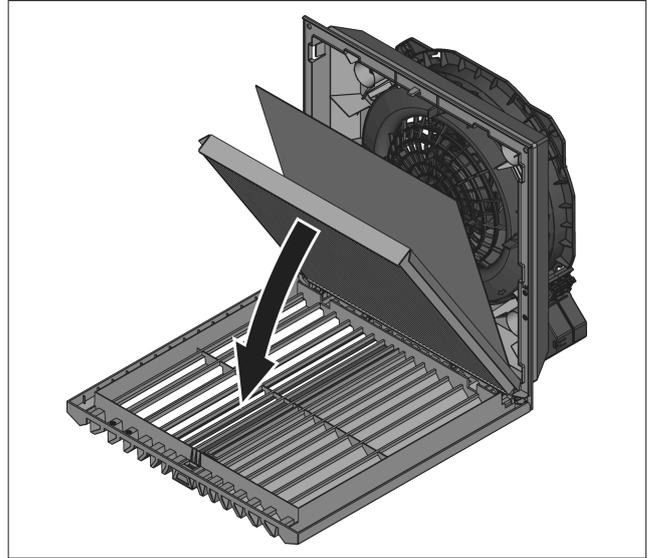

图 21: 安装 IP 55 折叠过滤垫
- 仅适用于 IP 55：将随 IP 55 折叠过滤垫提供的吸附垫放在已装入的折叠过滤垫上（参见图 21）。吸附垫的安装方向随意。